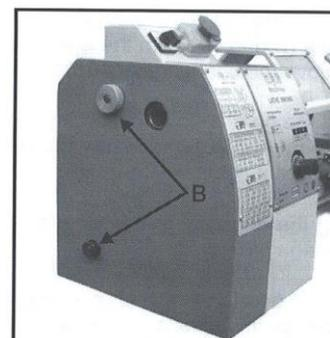

Рис. 15
1. Отвинтите два крепежных винта (В, рис. 15) и снимите защитную крышку.